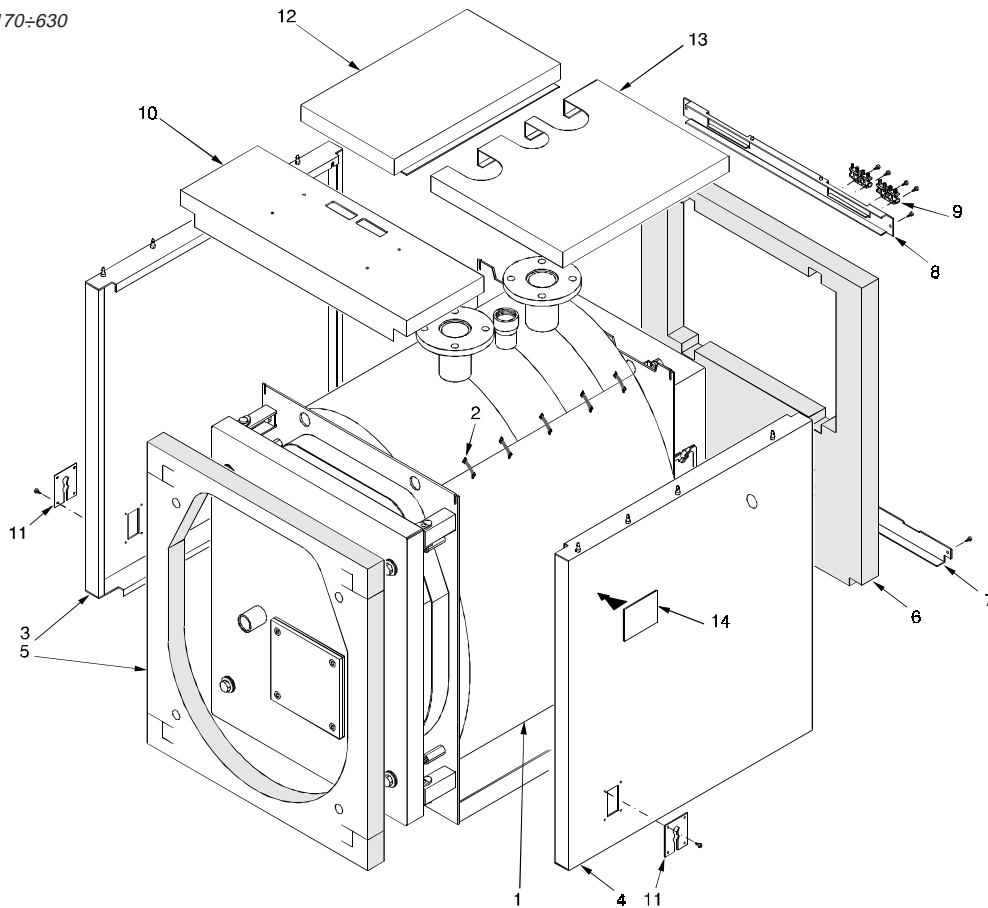

fig. 19
**Atención:** Para los modelos comprendidos entre **ELL 170** y **ELL 510** (ref. fig. 19), la carcasa y el aislamiento de la caldera están dentro de un embalaje marcado:
**Secuencia de montaje (ref. fig. 19)**
- A) Montar la manta aislante del cuerpo de la caldera (pos. 1) y fijar los 2 bordes de unión con las pinzas elásticas (pos. 2) que se entregan en la caja de accesorios, enganchándolas a la parte externa del tejido del aislamiento.
- B) Colocar las chapas laterales (pos. 3 y 4) con la doblez inferior en el interior de los perfiles en forma de L sobre la base del cuerpo de la caldera y enganchando la parte superior a los agujeros de las placas. Para determinar cual de los dos lados es el derecho o el izquierdo, referirse al agujero para la plaquita pasa cables (pos. 11): debe estar hacia el lado de delante de la caldera.
- C) Abrir la puerta de la caldera y montar el aislamiento anterior (pos. 5) introduciendo las bisagras en los cortes apropiados. Introducir los bordes laterales del aislamiento bajo el pliegue de los dos lados (pos. 3 y 4).
- D) Montar el aislamiento posterior (pos. 6), fijar el riel de sujeción posterior inferior (pos. 7) y el riel de sujeción posterior superior (pos.8) con los tornillos adecuados auto-ajustables (rosca chapas).
- E) Levantar hacia delante la tapa del cuadro de control después de haber desenroscado los dos tornillos laterales con un destornillador y dirigir hacia los agujeros de la base los cables eléctricos de entrada y los capilares de las sondas de salida. Fijar el cuadro eléctrico a la chapa superior (pos. 10).